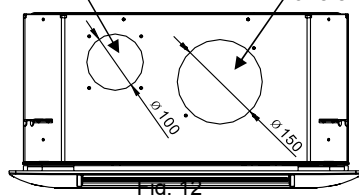

Fig. 12
- Existen aberturas laterales de instalación de conductos independientes para la entrada de aire exterior y la distribución del aire procesado a una sala adyacente (Fig. 12).